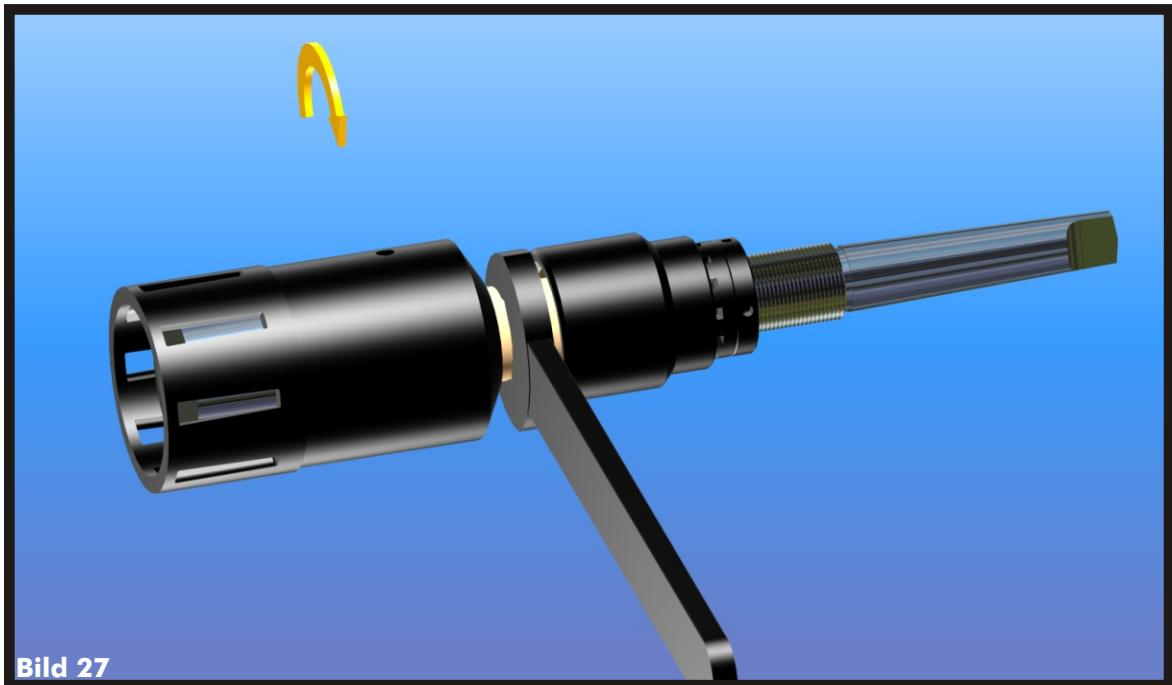

Bild 27
- > **Schrauben Sie den Käfig wieder auf das Rohr, ohne ihn fest anzuziehen. (Bild 27)**